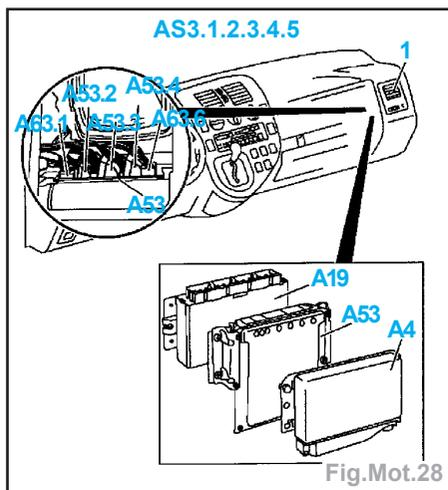

Fig.Mot.28
- Démontez la buse d'air latéral (1) de droite (Fig.Mot.28).